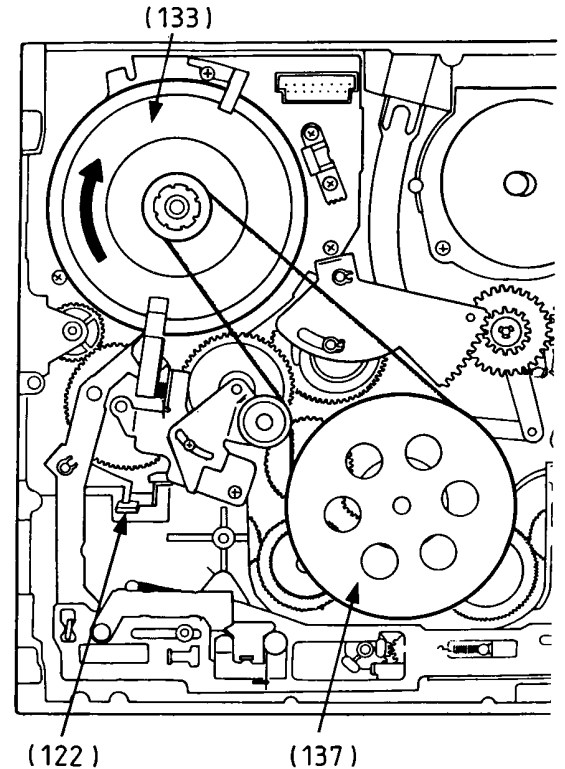

Fig. 15
- Umstellhebel (122) drücken und Capstanrotor (133) im Uhrzeigersinn drehen bis der Einfädelvorgang abgeschlossen ist (Fig. 15).
- Press the change lever (122) and turn the capstan rotor (133) clockwise until the tape loading process is completed (Fig. 15).